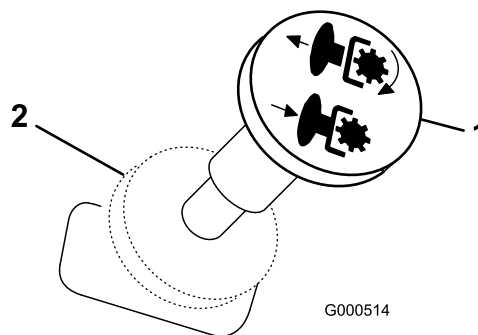

Figure 13
4. Tirez sur la commande de prise de force (PDF) pour l'engager (Figure 13).
Débrayez la commande de PDF pour la désengager (Figure 13).